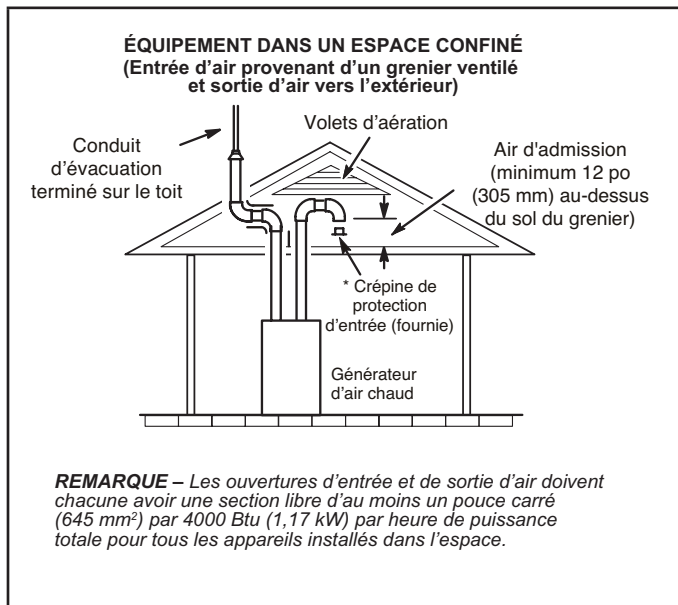
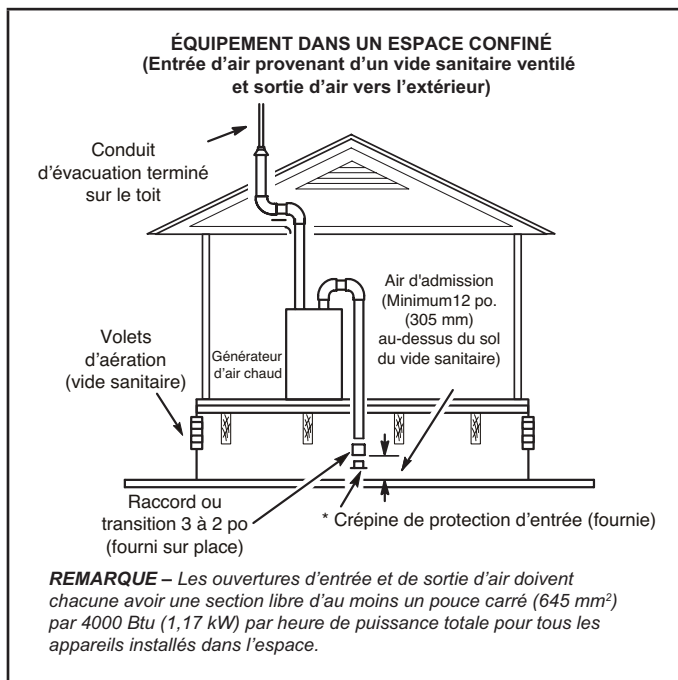

Figure 29
Figure 30
- 2 - Si l'air d'admission est aspiré d'un comble ventilé (Figure 29) ou d'un vide sanitaire ventilé (Figure 30), la longueur de l'évacuation ne doit pas dépasser celle indiquée au Tableau 6. Si un tuyau de 3 po de diamètre est utilisé, réduisez-le à 2 po de diamètre pour pouvoir installer la crépine anti-résidus.